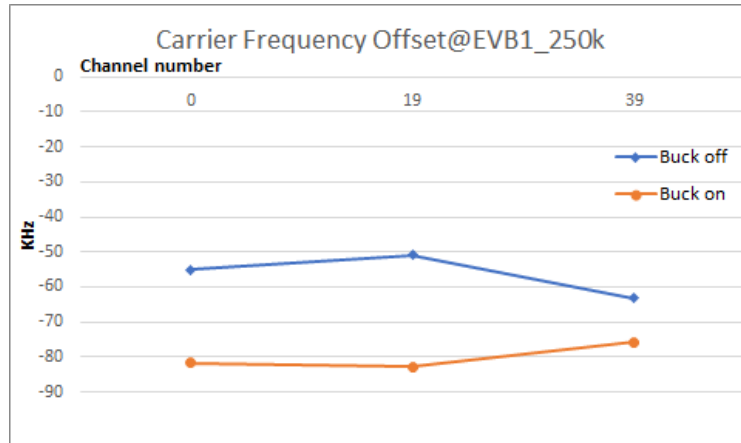

图 9. 载波频率偏移 @ 250 kbit/s
- 载波频率偏移的测量结果在“解调结果”栏中。图 9显示了 GFSK 数据速率为 250 kbit/s 时的载波频率偏移测量结果。